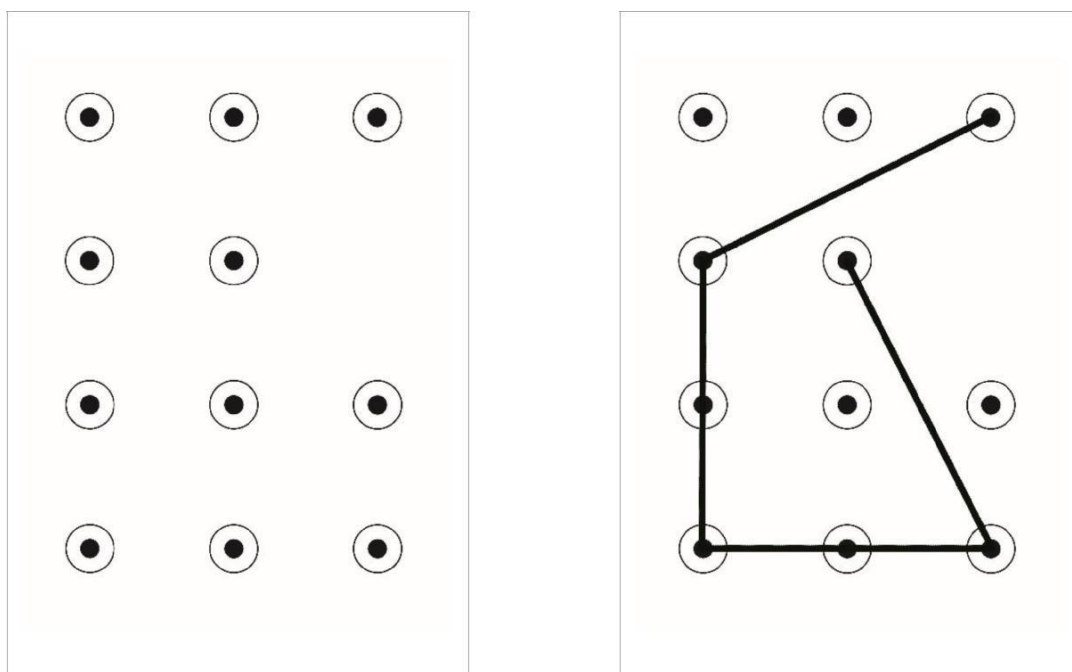

Рис. 1. Пример расстановки точек на поле и пример отрезков
1.1. Размеры игрового поля 1200x900 мм, рис. 1.